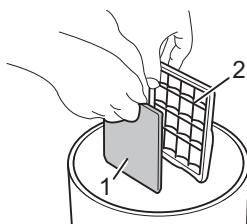

Abb. 23
- Trennen Sie den Motorschutzfilter (Abb. 23/1) vom Filterhalter (Abb. 23/2) über einem Mülleimer.